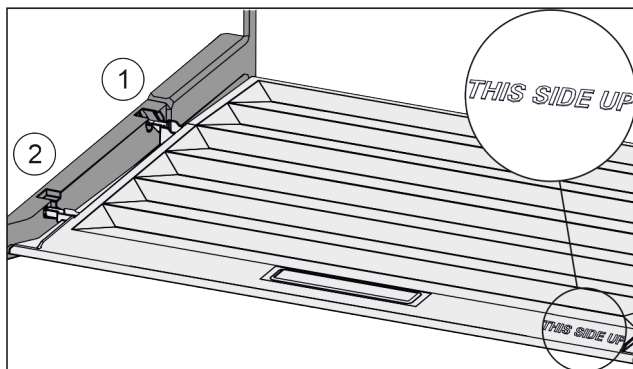

Fig. 98
- ▶ Вставить поперечные ребра крышки через отверстие заднего держателя Fig. 98 (1) и защелкнуть спереди в держателе Fig. 98 (2).